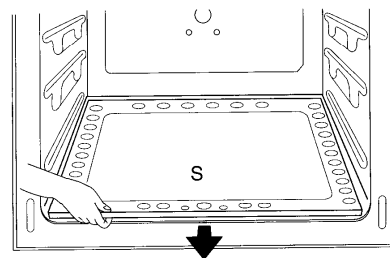

Fig. 9
- Retirer la sole du four S (Fig. 9).
- Remonter la sole émaillée (fig. 9).
- Procéder au démontage de la sole émaillée S (fig. 9).
- Remonter la sole S (Fig. 9).